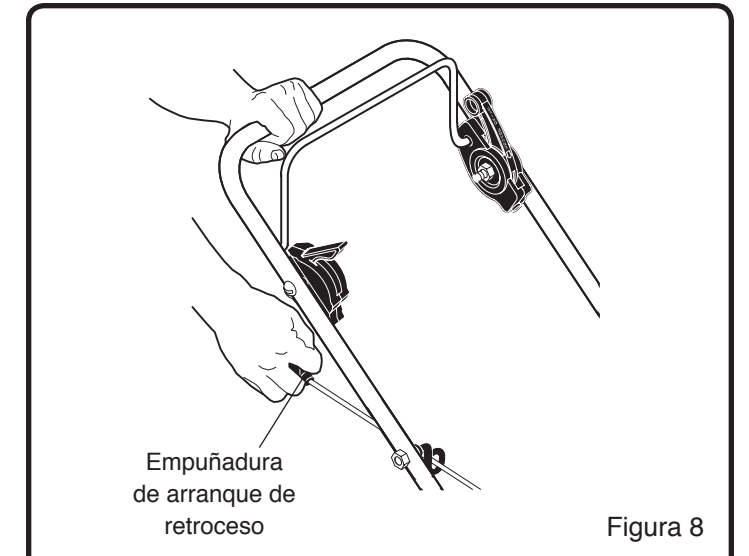

Figura 8
4. Sujetar firmemente el asidero de la segadora de hilo para campo abierto con la mano izquierda. (Véase la figura 8)
5. Sujetar firmemente la empuñadura del arrancador de retroceso con la mano derecha. (Véase la figura 8)